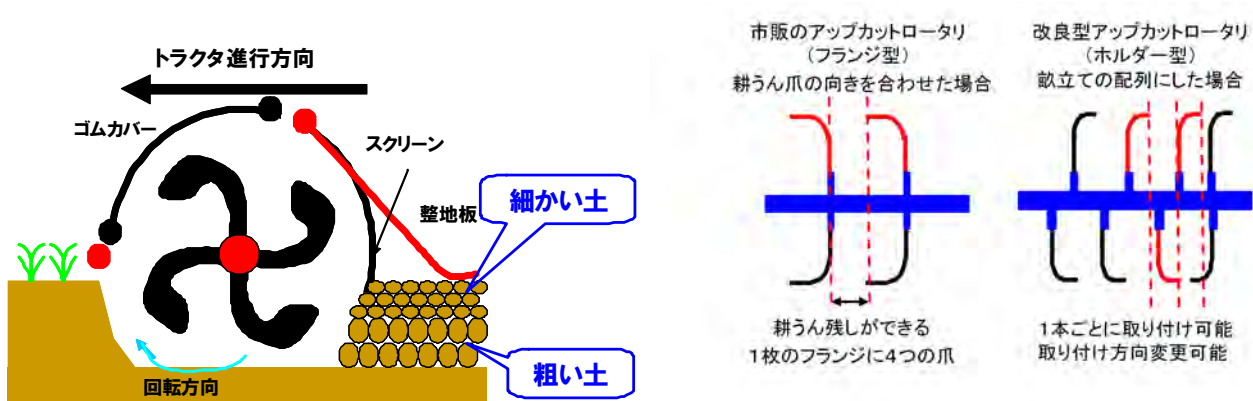

図1 改良型アップカットロータリの耕起断面と耕うん爪配列の特徴
- 1) アップカットロータリを使用することにより、重粘な土壌で特に耕うん上層部の碎土率が向上し、出芽が安定します（図1）。
- 2) 畝立てをする方法は、リジジャーなどを取り付けるのではなく、ホルダー型アップカットロータリの爪配列により畝立てを可能としました（図1）。